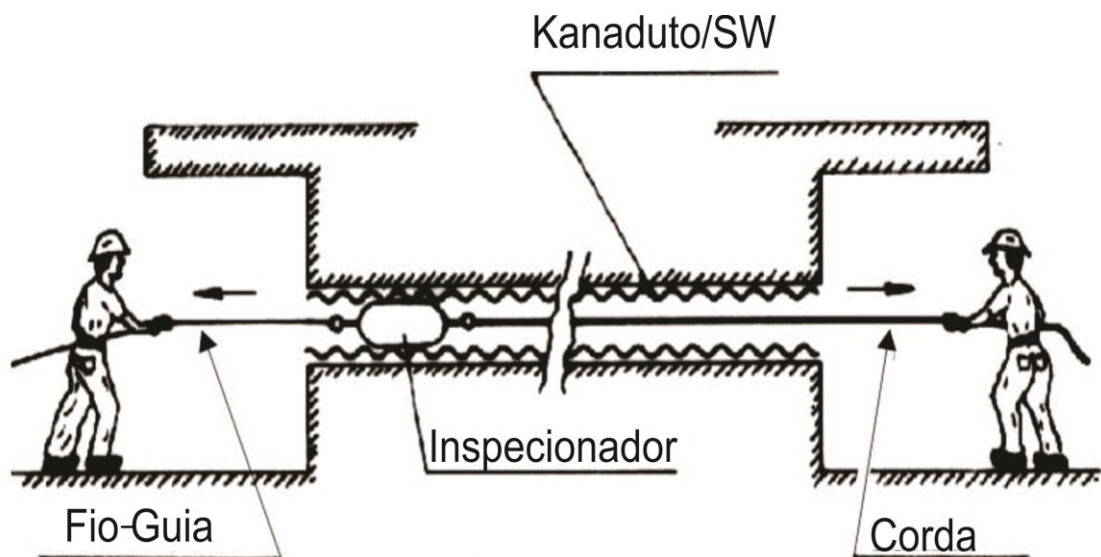

Figura 6
- Em seguida, puxamos o fio-guia e introduzimos o inspeccionador pelo interior do duto, até atingir a outra extremidade (Figura 6).